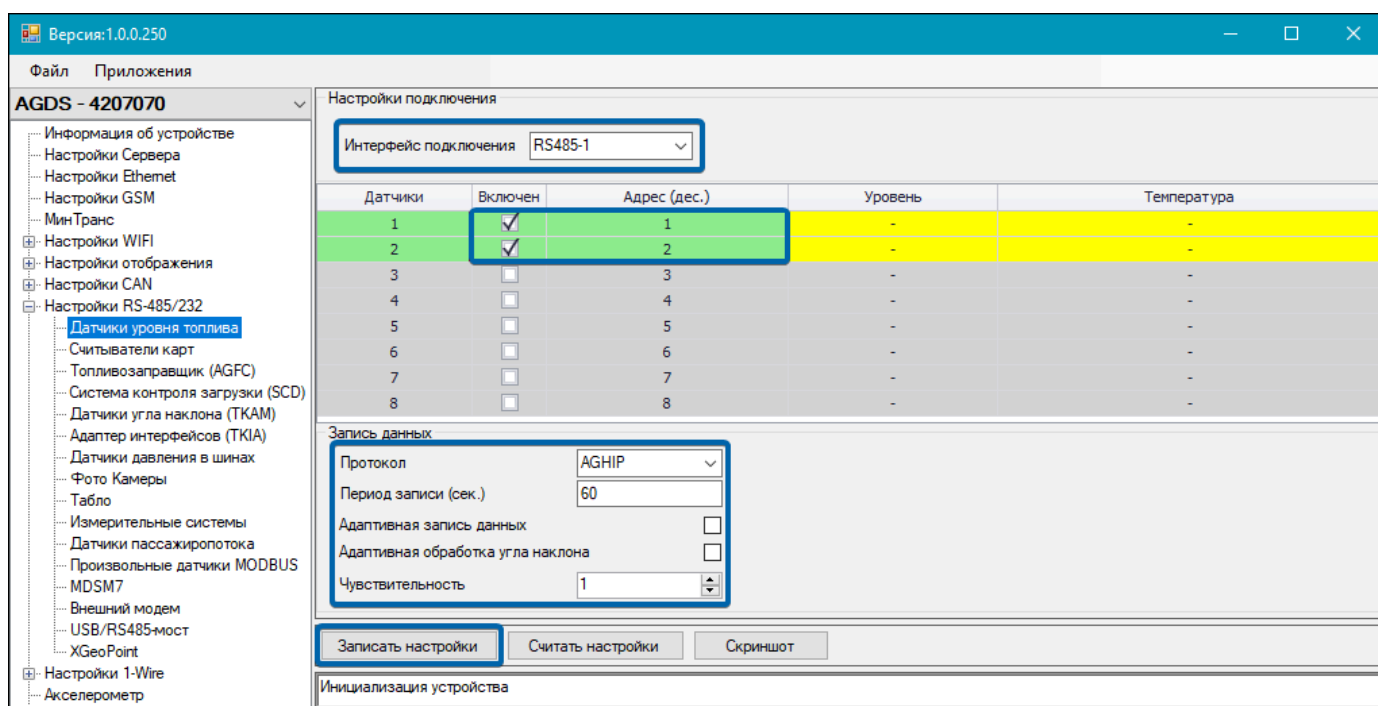

Рис.83. Рабочая область пункта «Датчики уровня топлива»
2. Выберите в списке программы-конфигуратора пункты Настройки RS-485/232 | Датчики уровня топлива \(Рис.83\).